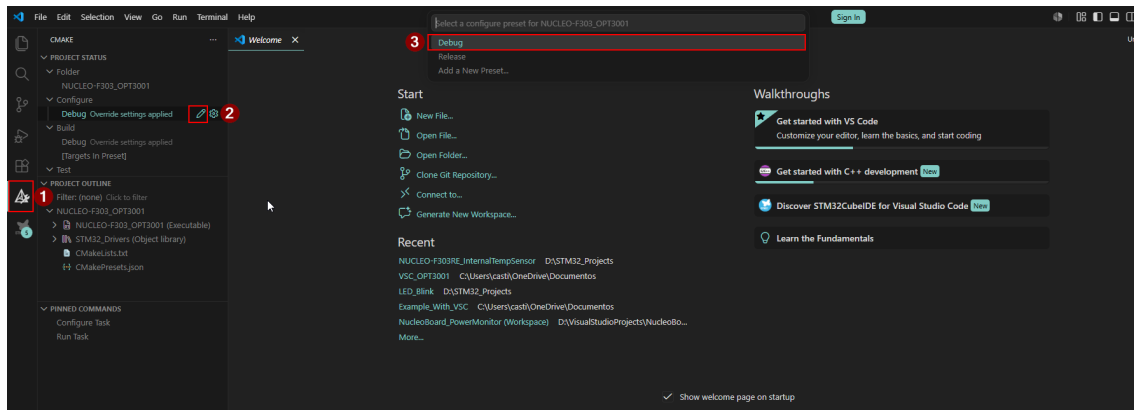

Figura 11: Selección forzada de presets desde el panel de control de CMake.
4. Esto forzará el despliegue del menú de selección en la parte superior de la pantalla para que pueda elegir el preset deseado (como se ilustra en la figura 11).